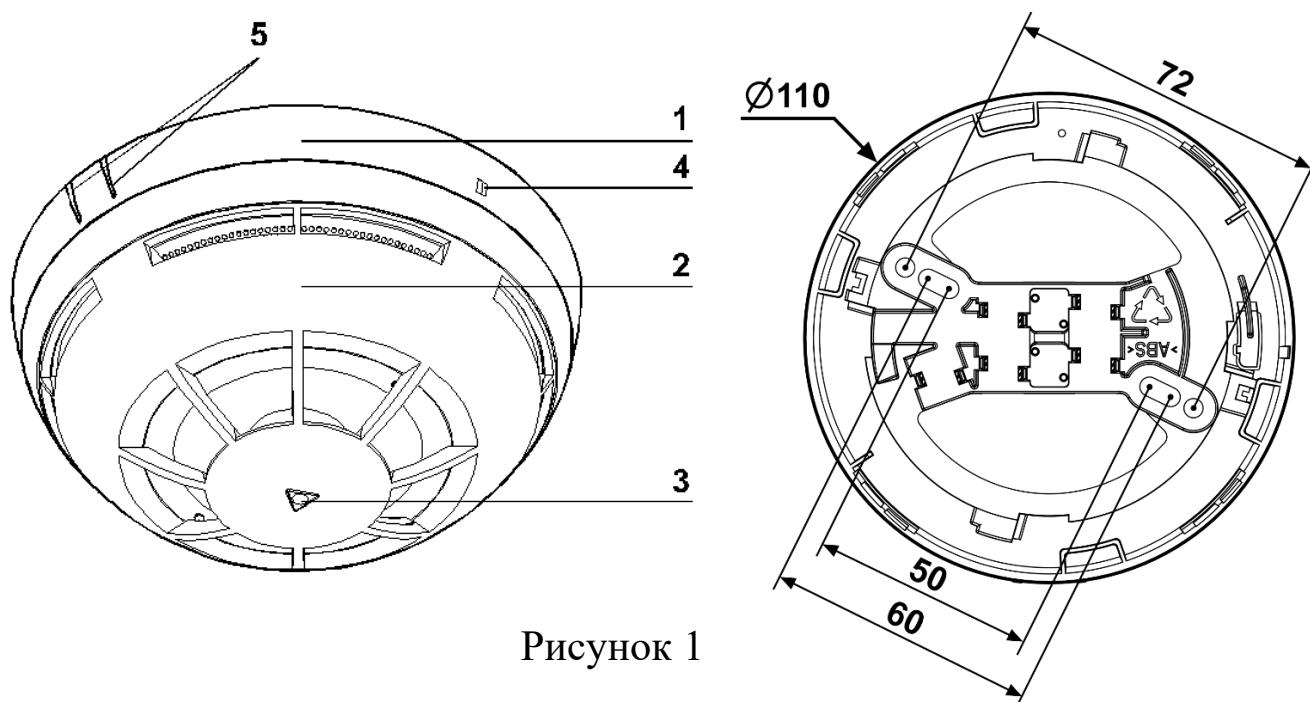

Рисунок 1
6.5 Закрепить базу оповещателя двумя шурупами в месте установки оповещателя. Разметка крепления базы — см. Рисунок 1.
6.7 В конструкции базы предусмотрена возможность защиты от несанкционированного отсоединения оповещателя от базы (см. Рисунок 1).